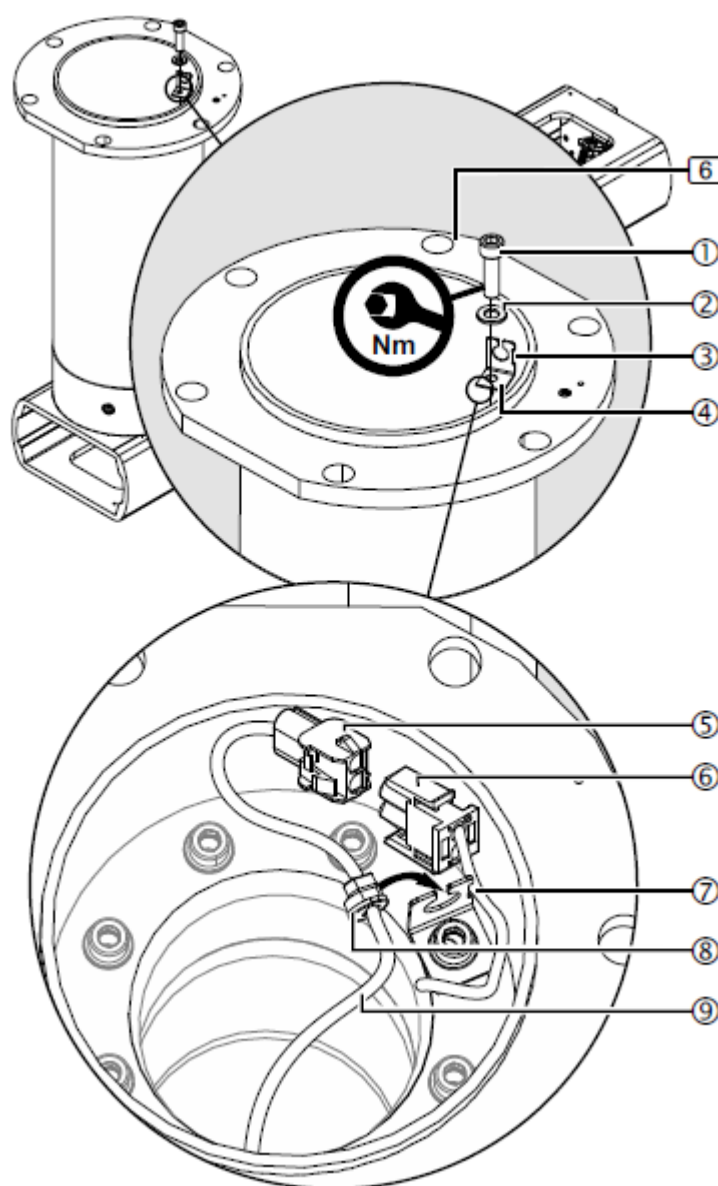
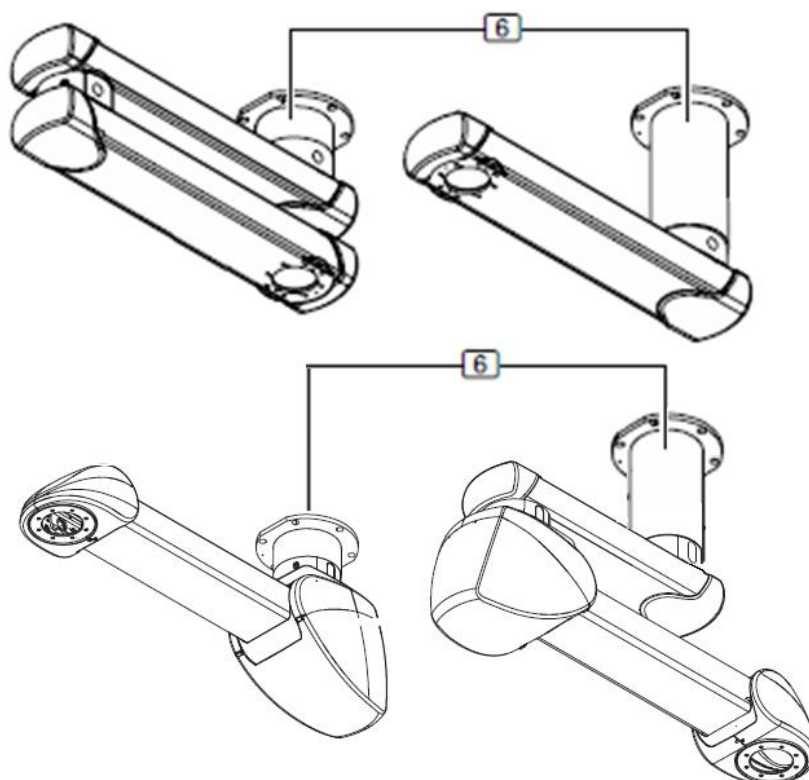
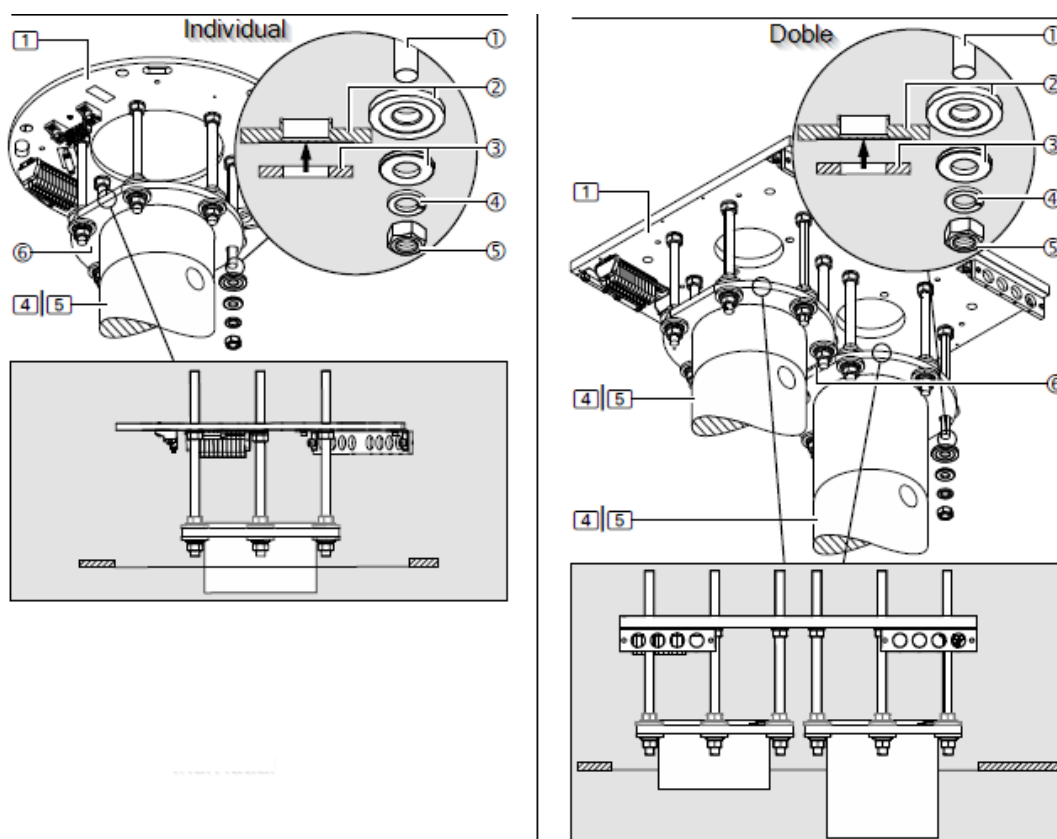

Fig. 27 Montage du mécanisme de décharge de traction
Fig. 29 COLONNE AIR à deux bras et COLONNE AIR à un bras
Fig. 30 Assemblage de la bride du tube de toit sur les boulons filetés
La figure 27 montre une représentation simplifiée avec seulement le bras d'entraînement 4 et le bras d'extension avec le bras d'entraînement 5 sans câbles pré-assemblés.
- Montez 1 rondelle d'arrêt S4 ②/④ au-dessus et au-dessous de la borne ronde ③ du câble de mise à la terre de 4 mm² (d'une longueur d'environ 1 m) inclus dans l'emballage.
- A l'aide d'une vis à tête cylindrique M4 x 12 mm - DIN 912 ①, visser la cosse de câble ③ et les rondelles de blocage S4 ②/④ au point de mise à la terre ⑤.
- Serrez la vis à tête cylindrique M4 x 12 mm ①.
Dans cette section, le(s) bras du système est (sont) déjà fixé(s) au tube de plafond (6), comme le montre la figure 29 pour le COLUMN AIR à un bras (image en haut à droite de la figure 29) et le COLUMN AIR à deux bras (image en haut à gauche de la figure 29). Sur l'unité à un bras, il a été fixé à un tube d'extension de plafond afin que les deux systèmes suspendus ne se heurtent pas lorsqu'ils tournent en tandem. Les deux photos ci-dessous correspondent au COLUMN MOTOR.
La figure 30 montre une représentation simplifiée de la bride du tube de toit ⑥ pour le montage sur les boulons filetés. Les autres composants tels que le bras d'extension, les câbles, etc. ne sont pas représentés.
Lors du montage de systèmes doubles, il convient de noter que les brides des tuyaux de toit (6) ont une surface chanfreinée afin de s'assurer qu'ils peuvent être montés à la même hauteur, montez-les de manière à ce que les surfaces chanfreinées soient alignées l'une sur l'autre, comme le montre la figure 29.
- Insérer la bride du tube de toit (6) dans les 6 boulons filetés M16 (1) de la plaque d'interface (1).
- Retirez l'adhésif ou le ruban élastique précédemment appliqué sur les boulons filetés (1).
- Pour chaque boulon fileté M16 (1), monter 1 disque isolant en plastique (2) (comme indiqué dans la figure 27) de sorte que la rondelle plate d'un diamètre extérieur de 34 mm (3) (voir la flèche dans l'illustration détaillée de la figure 30) soit posée sur le disque isolant en plastique (2).
- Pour chaque boulon fileté M16 (1), monter 1 rondelle plate d'un diamètre extérieur de 34 mm (3), 1 rondelle élastique (4) et 1 écrou hexagonal M16 (5).
- Insérez la plaque de fixation 8 x M10 (3) à partir du côté avant (1) dans le bras d'extension (4), (5) et mettez-la en place.
- Positionnez le tube de descente sous le bras d'extension (4) / (5) de manière à ce que la butée (4) du tube de descente soit éloignée du côté du bras d'extension et que les trous de fixation soient alignés.
- Pour pouvoir tourner la tête de branchement dans le sens inverse des aiguilles d'une montre, le tube de descente doit être monté avec la butée (4) sur le côté droit, comme le montre la figure 30. Il sera monté sur le côté gauche si la tête de service doit pouvoir tourner dans le sens des aiguilles d'une montre.
- Fixez le tube de descente à travers la plaque de fixation 8 x M10 (3) et vissez-le au bras d'extension (4), (5) avec 8 vis à tête fraisée à six pans creux (2).